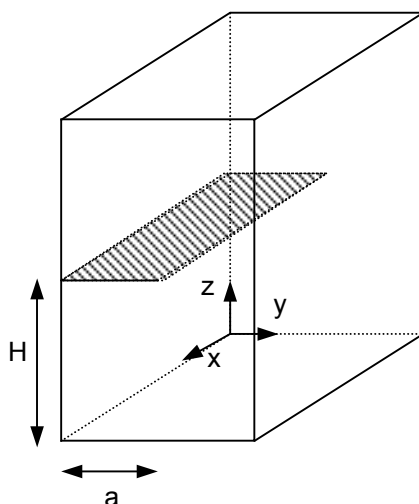

Figure 3.2-a : Barreau fissuré
- si on souhaite définir une fissure elliptique dans un massif infini dans un plan à la hauteur $z=H$ (voir [Figure 3.2-b], sur laquelle la fissure est hachurée) :